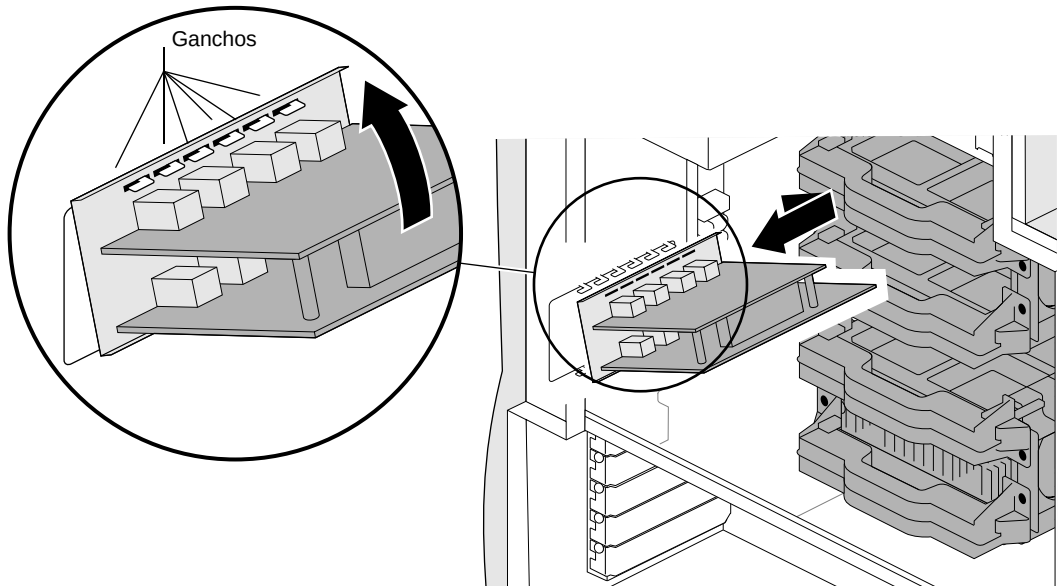

Figura 5-23 Removendo a placa SD1100 da Silicon Graphics
9. Deslize a placa SD1100 da Silicon Graphics em sua direção e retire-a dos ganchos no painel de E/S, como mostrado na Figura 5-23.